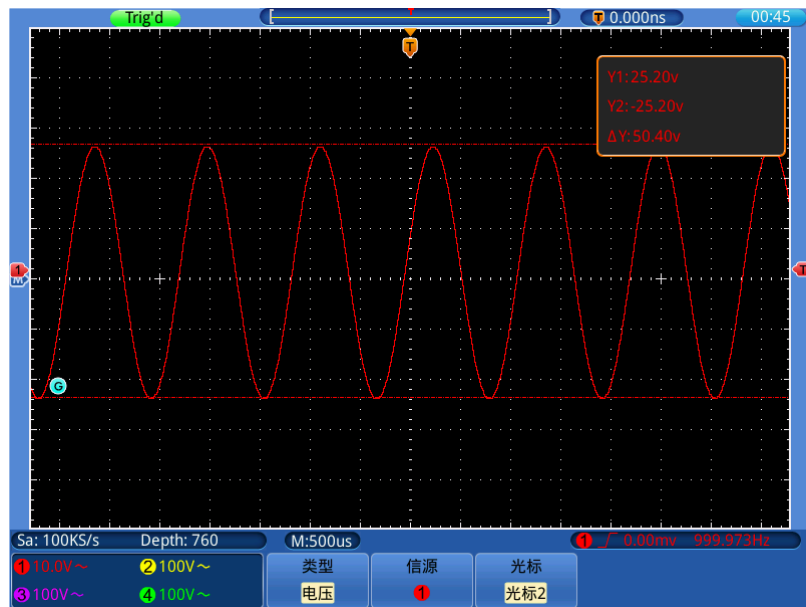

图 5-11：电压光标测量波形
2. 在下方菜单中选择 **信源**；在左侧菜单中选择信源为 ①。
4. 在下方菜单中选择 **光标**；在右侧菜单中选择 **光标1**。光标1的虚线旁出现 **G** 标志，代表可使用 G旋钮 调整光标1的位置。选择 **光标2** 可调整光标2的位置。选择 **光标1&光标2** 可同时调整2个光标的位置。位于右上方的光标增量窗口显示光标1和光标2当前的位置及电压幅度差值的绝对值。见图 5-11：